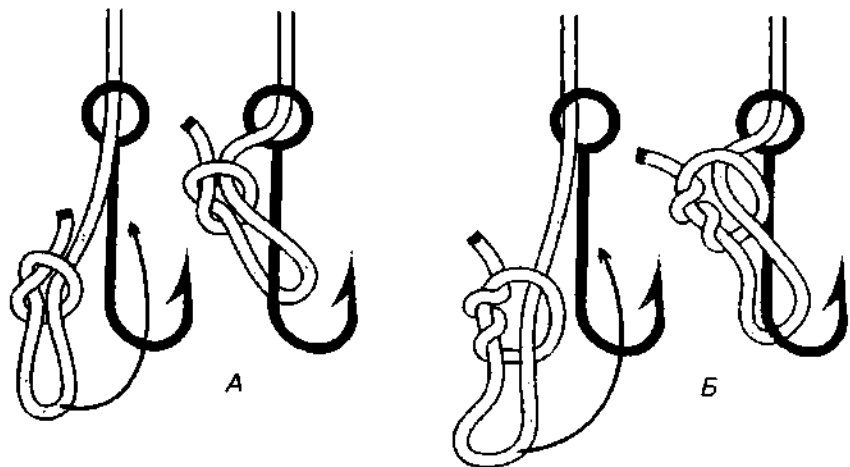

Рис. 735. Затяжная петля.
**Затяжная петля** – это *бегущий простой узел*, одетый на цевье крючка (рис. 735). Узел легко запоминается и очень быстро вяжется. Этим узлом можно привязывать крючки, застёжки, вертлюжки, искусственные приманки, мушки и грузила.